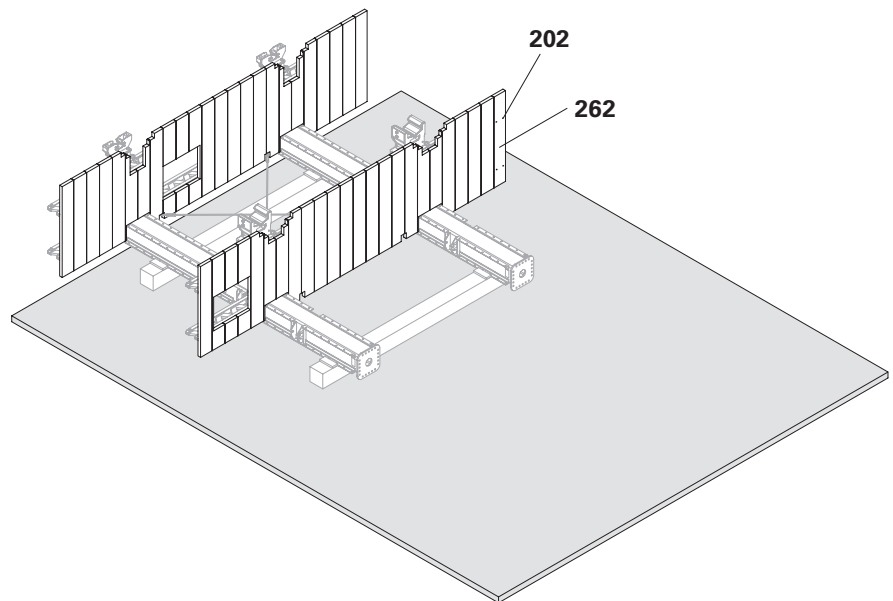

Fig. B4.15
12. Posizionare l'impalcato (**262**) sulle travi per casseforme GT 24, allinear-lo e avvitarlo saldamente con 2 viti Torx 6 x 80 (**202**) per ciascuna trave. (Fig. B4.15)